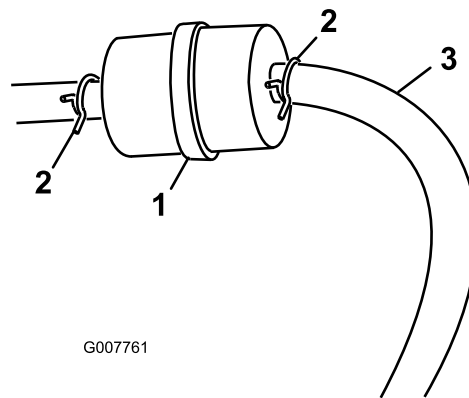

图26
3. 将软管夹的两端挤压到一起、将它们滑离滤清器（图26）。
5. 安装新的滤清器、并将软管夹移近滤清器（图26）。
3. 松开燃油滤清器上的软管夹、沿燃油管向上滑动、使之离开燃油滤清器（图26）。
4. 从燃油滤清器上断开燃油管（图26）。
注意： 让汽油排入燃油容器或放油盘（图26）。
5. 将燃油管安装到燃油滤清器上。将软管夹滑近燃油滤清器、固定燃油管（图26）。